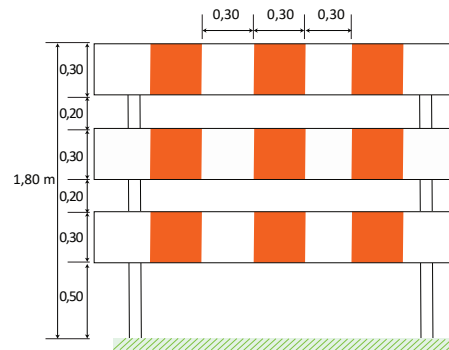

Figura 13 - Barreira Tipo III
**Barreira Tipo III:** utilizada para bloquear o tráfego em toda a largura da área interdita para obras ou serviços fixos, consistindo em três painéis de sinalização, conforme a Figura 13. Recomenda-se que o suporte seja firmemente fixado ao solo com suportes colapsáveis.
3. A barreira para sinalização viária tipo III (figura 13) deve ser utilizada somente em situações de bloqueio da via.